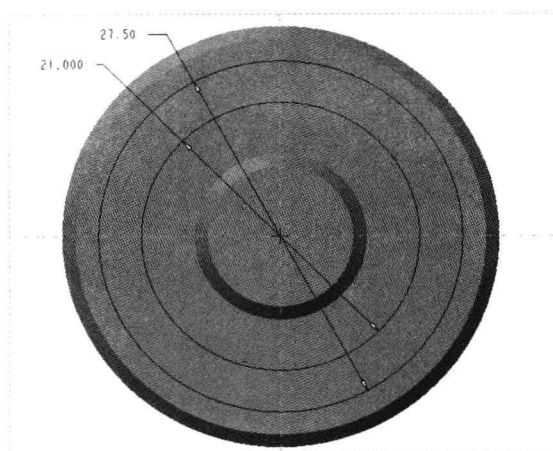

图 14-27 绘制截面 1
Step 01 在“功能区”选项板的“模型”选项卡中，单击“基准”面板中的“草绘”按钮, 弹出“草绘”对话框；选择 FRONT 基准平面作为草绘平面，接受默认的草绘视图方向和参考，单击“草绘”按钮，进入草绘环境；单击“草绘”选项卡中的相应按钮，绘制截面，如图14-27所示。